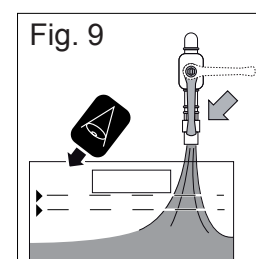

Fig. 9
2. Ouvrir avec modération le robinet-vanne et contrôler visuellement le remplissage du conteneur (Fig. 9).